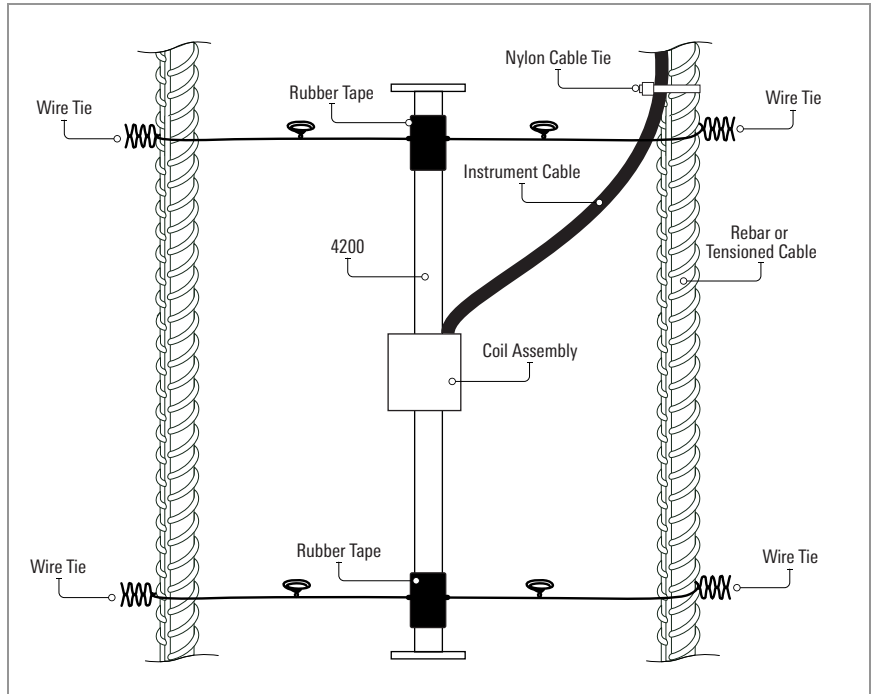

FIGURA 14: *Suspender Deformímetros Modelos 4200/4200L/4200HT Entre Varillas*
1. Envuelva el medidor con cinta de caucho autovulcanizable a 3 cm de cada extremo, como se muestra en Figura 14.